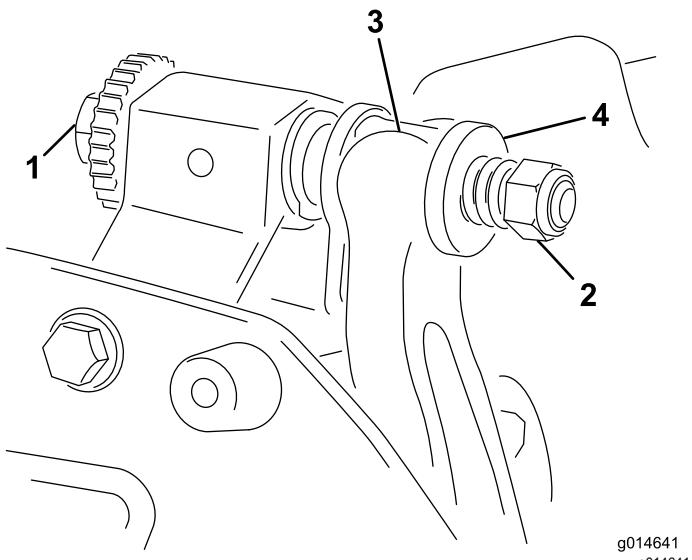

Figura 18
1. Ruotate la vite di regolazione della barra di appoggio in senso antiorario per allontanare la controllama dal cilindro (Figura 18).
2. Allentate il dado di tensione della molla, finché la rondella non sarà più in tensione contro la barra di appoggio (Figura 18).
1. Montate la barra di appoggio posizionando i supporti di montaggio tra le rondelle e la vite di regolazione della barra di appoggio (Figura 18).